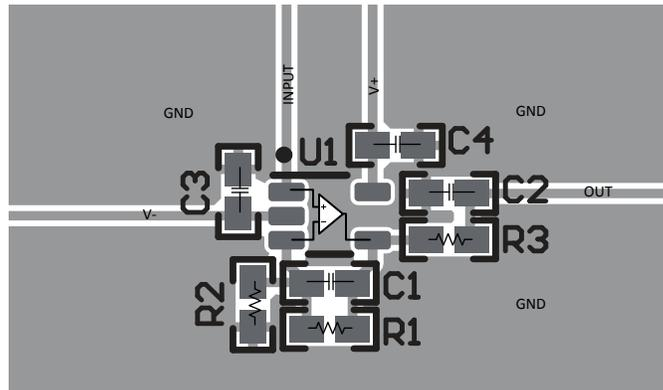

图 7-5. 同相配置的运算放大器电路板布局布线 - SC70 (DCK) 封装
- 外部元件应尽量靠近器件放置。如图 7-5 所示，使 RF 和 RG 靠近反相输入可最大限度减小寄生电容。